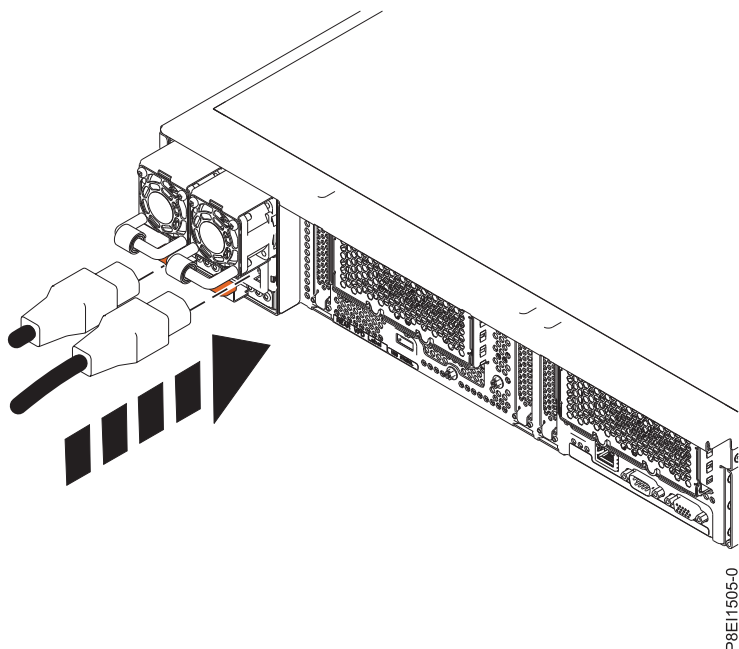

図 50. システムへの電源コードの接続
2. ラベルを確認して、電源コードをシステム装置に再接続します。図 74 ページの図 50 を参照してください。